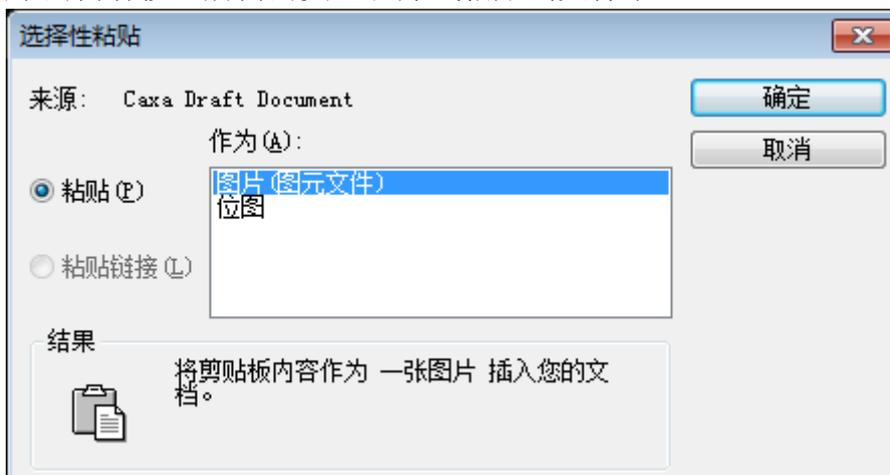

图 2-97 选择性粘贴对话框
- 1) 在其它支持 OLE 的 Windows 软件中选取一部分内容复制到剪贴板中，比如可以在 Word 中复制一行文字。在用右键单击出现的快捷菜单中选择【选择性粘贴】选项，弹出如图 2-97 所示的对话框。
- 3) 这个对话框与图 2-97 所示的对话框虽然形式上有所不同，但使用方法都一样，创建对象的方法也是两种：新建和由文件创建。在【新建】标签中的对象类型列表框中选择【电子图板】类型，单击【确定按钮】后，将会自动打开电子图板的编辑窗口，用户可以绘制所需的图形。